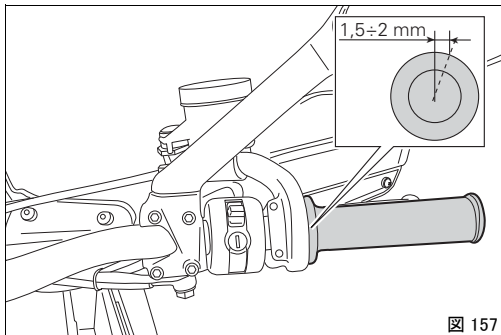

図 157
1.5 ~ 2.0 mm の遊びがなければなりません。必要であれば、車体左側のステアリングチューブにある適切なアジャスター(1 および 2、図 157)を使用して調整します。